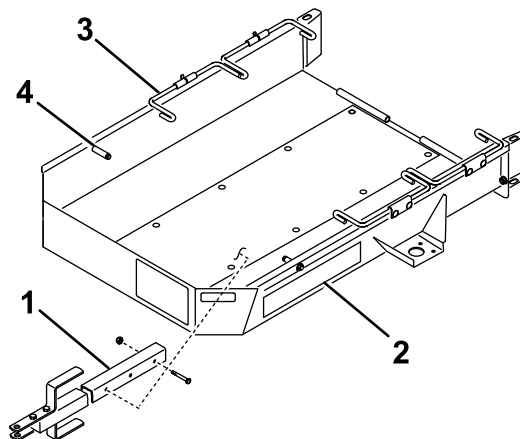

Figure 1
1. Fixez le timon au support sur la face inférieure du plateau de la remorque à l'aide de boulons ($\frac{3}{8}$ " x $2\frac{3}{4}$ ") et 2 contre-écrous (Figure 1).
- Réglez la commande d'accélérateur au plus bas, puis conduisez la machine **lentement** sur la remorque jusqu'à ce que les roues de transport rencontrent les butées de la remorque (Figure 1).
- Faites pivoter le premier jeu de tiges de roue vers le bas, derrière les roues de transport (Figure 1).